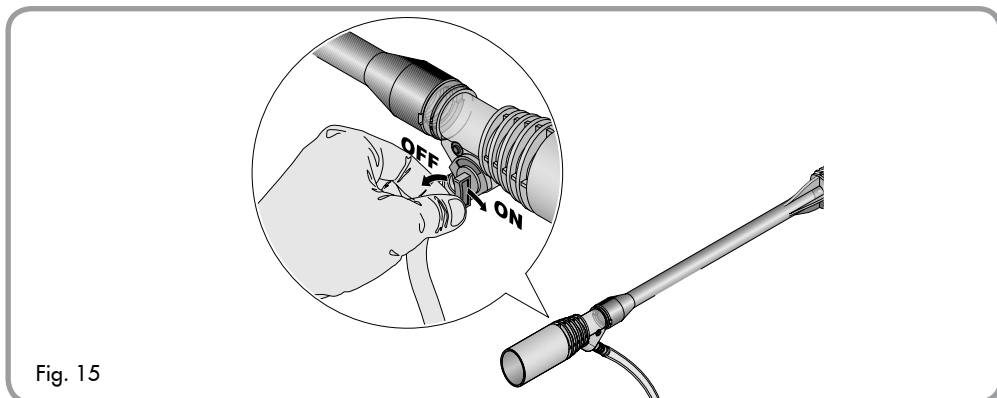

Fig. 15
5. Turn the metering valve to adjust the detergent flow. Turn the knob toward ON for more detergent and toward OFF for less detergent. (Fig. 15)
5. Gire la válvula dosificadora para regular el caudal de detergente. Gire el botón hacia ON para una mayor cantidad de detergente, y hacia OFF para una cantidad menor de detergente (Fig. 15)